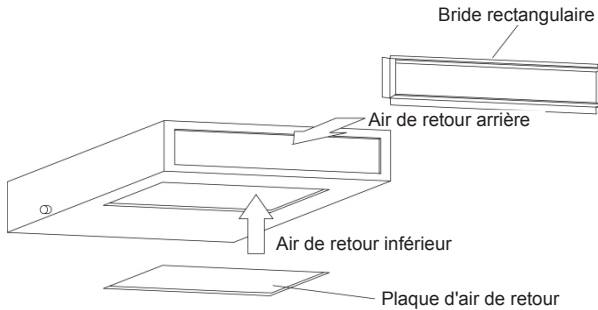

Fig. 11
a. L'emplacement d'installation par défaut de la bride rectangulaire se trouve à l'arrière, et la plaque d'air de retour se trouve en bas, comme indiqué dans la Fig. 11.